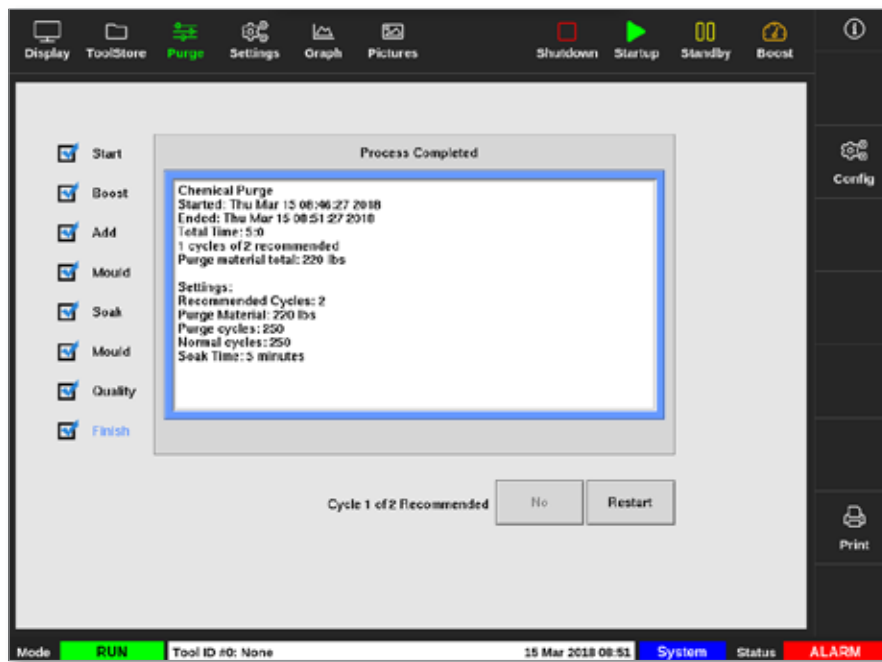

Figura 6-8 Pantalla de resumen de purga química
8. Finalizar: el sistema muestra una pantalla de resumen. Consulte la Figura 6-8.